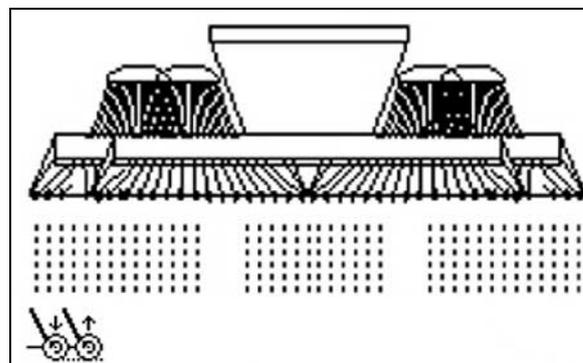

Figura 46
1.  Preselezionare pressione coltri/coprisemi (Figura 46).